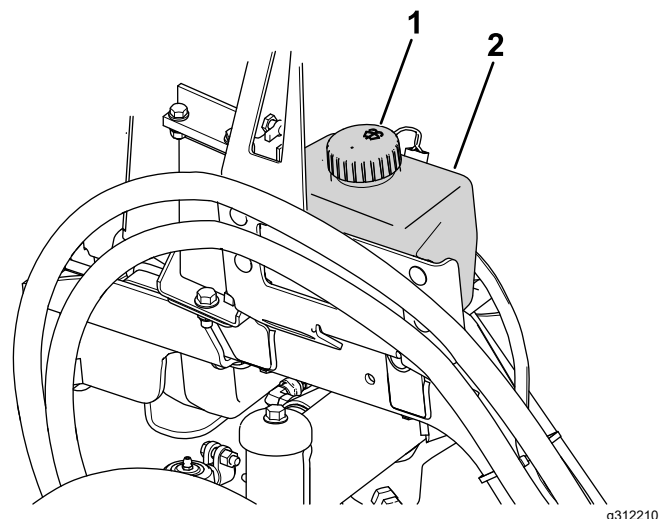

Bild 89
1. Entfernen Sie den Deckel (**Bild 89**) vom Flüssigkeitsbehälter.